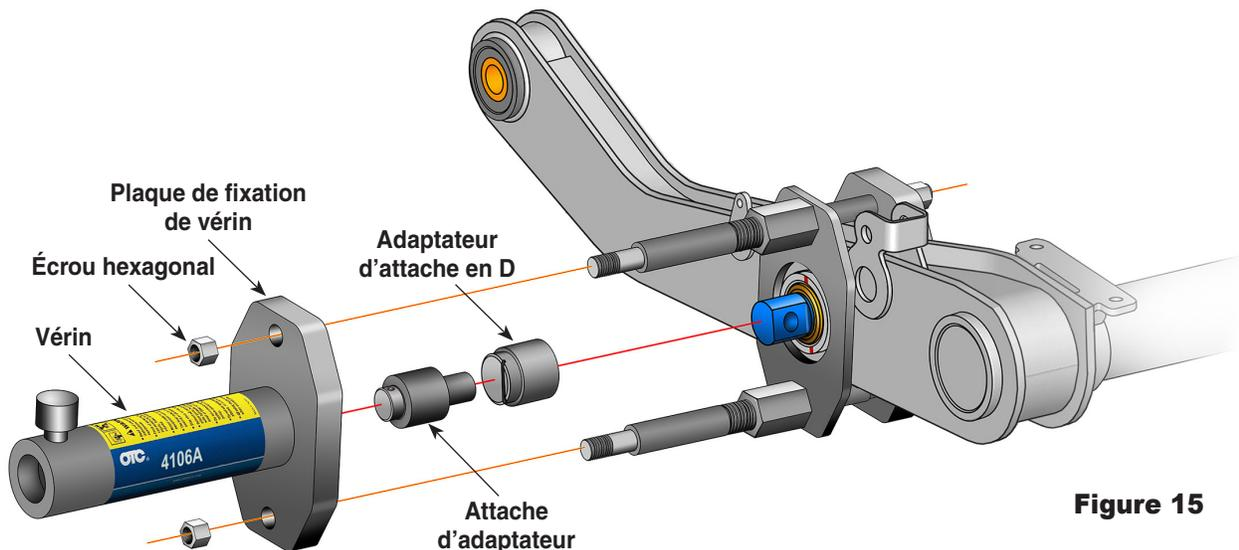

Figure 15
8. Faites passer le vérin dans la *plaque de fixation du vérin*. Voir Figure 15.